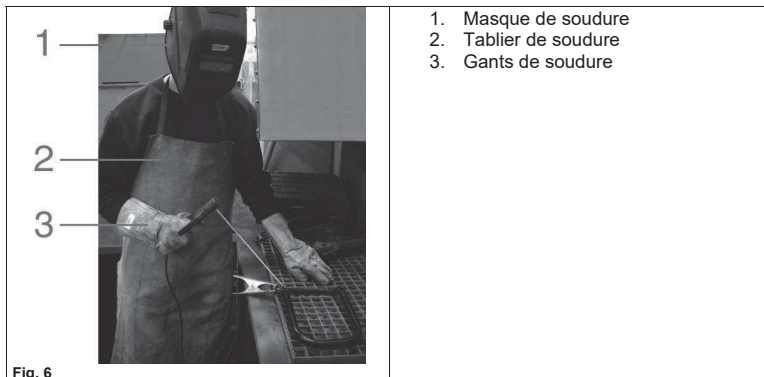

Fig. 6
- Portez un vêtement réglementaire (voir figure 6)